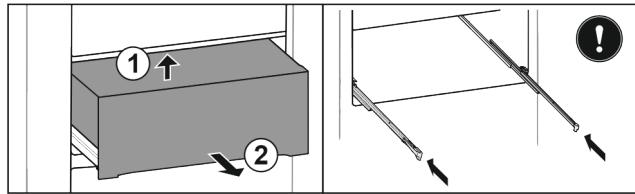

Fig. 29\*
- Повдигнете отдолу отзад Fig. 29 (1).\*
- Извадете напред Fig. 29 (2).\*